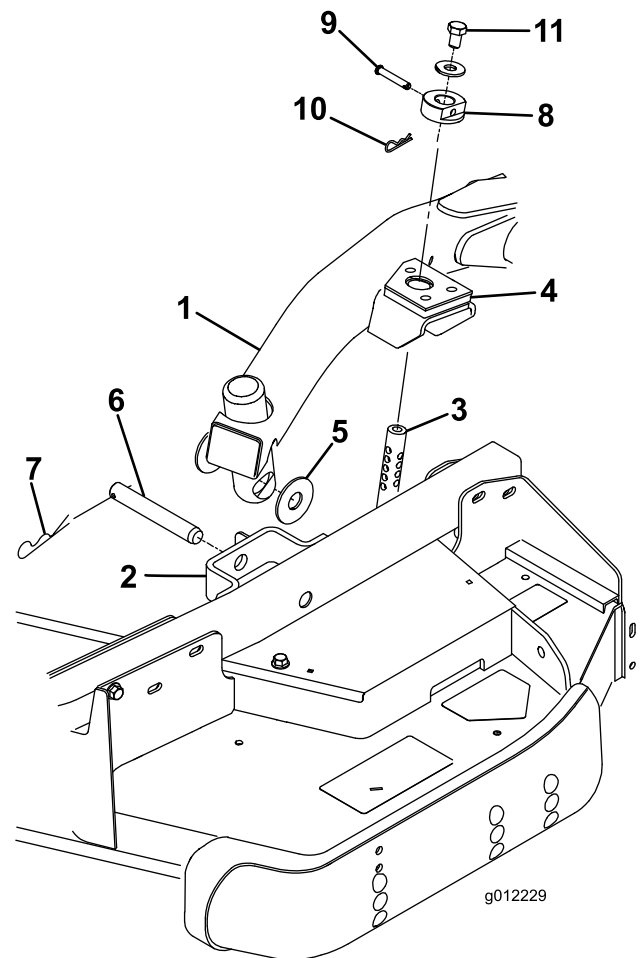

図 28
4. 昇降レバーをフロート位置とする。昇降アームを押し下げて、昇降アームについている穴とキャスタ・アーム・ブラケットについている穴を整列させ、昇降アームのパッドに刈高ロッドを挿入できるようにする (図 28)
5. スラスト・ワッシャ 2 枚、クレビス・ピン、ヘアピン・コッターを使って、昇降アームをキャスタ・アームに固定する。スラスト・ワッシャは昇降アームとキャスタ・アーム・ブラケットの間に入れる (図 28) コッター・ピンを、キャスタ・アーム・タブのスロットに差し込んで固定する。
9. 刈高ロッドに刈高カラーを取り付け、クレビス・ピンとヘアピン・コッターで固定する (図 28) クレビス・ピンの頭をデッキの前面に向けておく。
10. 各刈高ロッドの上部に 1/2 x 3/4” ボルトとワッシャを取り付ける (図 28)。